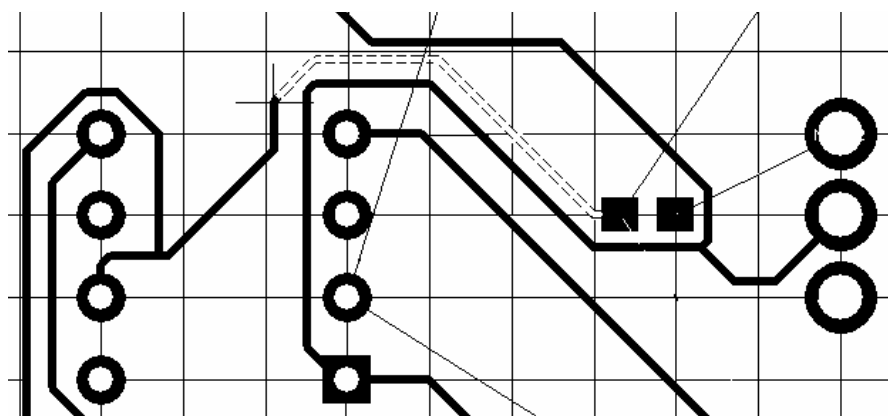

Рис. 7.13
2. Сегменты трассы от начальной точки до текущего положения курсора выполняются со сплошной заливкой. От текущего положения курсора до контакта ближайшего по ходу электрической связи компонента тянется цепочка штриховых сегментов (рис. 7.13).
3. Способ разрешения конфликтов, как и в стандартной интерактивной трассировке, выбирается комбинацией горячих клавиш Shift+R. В отличие от стандартной, в Smart-трассировке доступен способ разрешения конфликтов обходом вокруг препятствий (см. рис. 7.13). При этом соблюдаются правила проектирования: обходной участок трассы прокладывается только если ширина прохода достаточна для размещения проводника с соблюдением установленных зазоров.